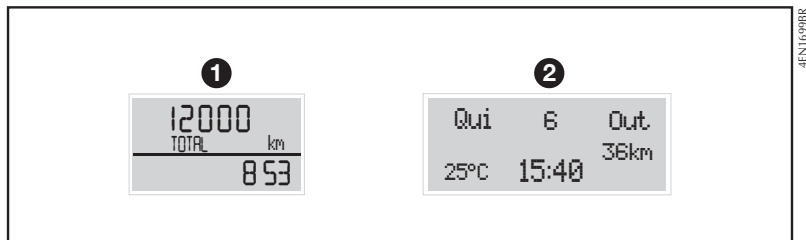

fig. 52
**Display 1–fig. 52** – Ideogramas, informações numéricas e mensagens de texto curtas.
**Display 2–fig. 52** – Ideogramas, informações numéricas e mensagens de texto.